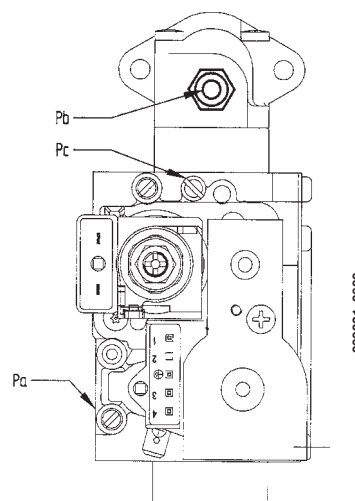

Figure 11
- relier la prise de pression positive d'un manomètre différentiel, si possible à eau, à la prise de pression (**Pb**) de la vanne du gaz (figure 11). Brancher la prise négative - des modèles à chambre étanche - du manomètre à un "T" afin de relier la prise d'équilibrage pression de la chaudière, la prise d'équilibrage pression de la vanne gaz (**Pc**) et le manomètre. (On obtient le même résultat en reliant le manomètre à la prise de pression (**Pb**) sans le panneau avant de la chambre étanche);
- Vérifier que la pression d'alimentation de la chaudière, mesurée à la prise de pression (**Pa**) de la vanne gaz (Figure 11) est correct (**37 mbar** pour le gaz propane, **20 mbar** pour le gaz méthane ou **25 mbar** pour le gaz G25);